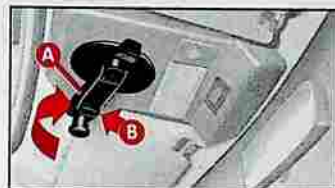

fig. 25
- extraire la poignée A-fig. 25 et la tourner dans le sens des aiguilles d'une montre.